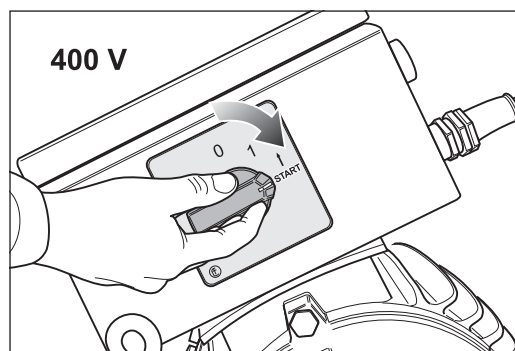
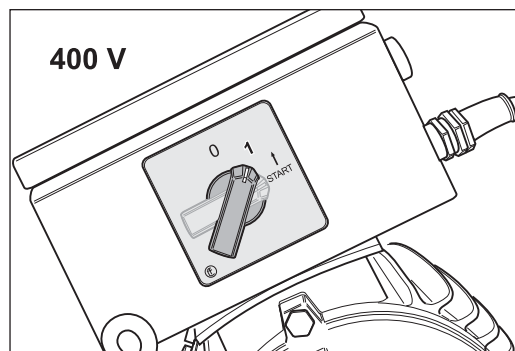

Abb. 15 Zum Einschalten den Schalterknopf auf die Position -START- drehen.
Abb. 16 Nach Anlauf des Motors den Schalterknopf loslassen. Er nimmt automatisch die Position -1- ein.
- 2 Zum Einschalten des Motors drehen Sie den Schalterknopf auf die Position -START- (Abb. 15) und lassen Sie nach Anlauf des Motors den Schalterknopf wieder los. Er nimmt automatisch die Position -1- ein (Abb. 16).